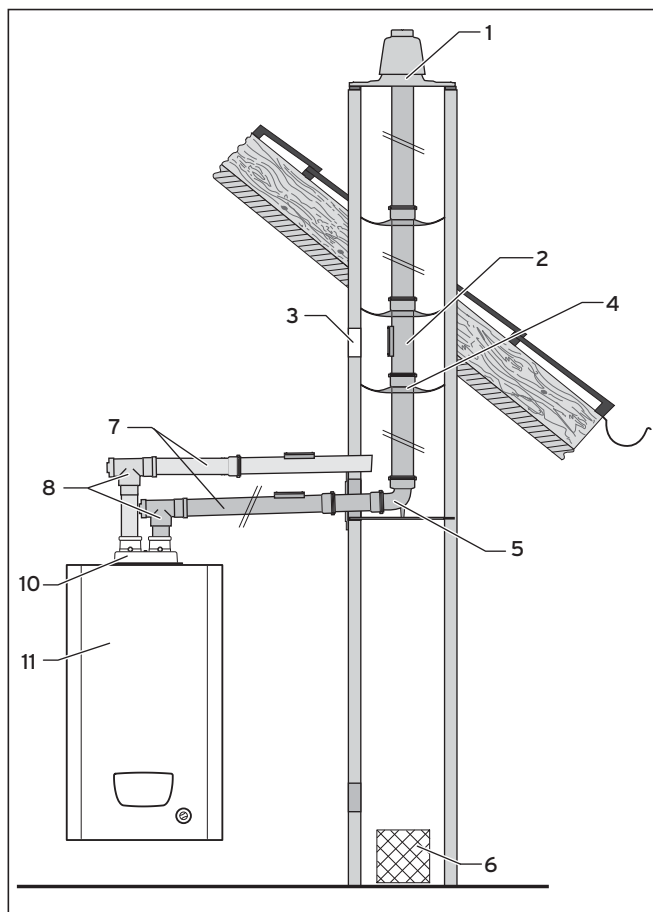

Fig. 7.4 Montaggio del condotto di adduzione dell'aria comburente dal camino
Legenda della fig. 7.4
6. Il condotto di scarico fumi nel camino deve essere retroventilato sull'intera lunghezza. A tale scopo il camino deve essere dotato di un'apertura di ventilazione con una sezione minima di 150 cm² (vedi pos. 6 nella fig. 7.4).
7. Se posto all'interno di edifici, il condotto di scarico deve trovarsi in locali costantemente ventilati dall'esterno. L'apertura verso l'esterno deve presentare una sezione interna di almeno 150 cm², vedi pos. 6 nella fig. 7.4.
- Montare la curva di sostegno (5) dal locale d'installazione al camino per lo scarico dei gas combustibili, come descritto al capitolo 6.6.3.
- Stabilire il luogo per l'installazione del condotto di adduzione dell'aria comburente sulla parete del camino, vedi fig. 7.4.
- Montare l'apparecchio (11, fig. 7.4) come indicato nelle istruzioni per l'installazione dell'apparecchio.
- Montare le prolunghe (7, fig. 7.4) procedendo dal camino o dalla parete esterna fino all'apparecchio.
- Per ultimo inserire le curve o i raccordi a T per la pulizia (8, fig. 7.4) e (9, fig. 7.4) del condotto aria e di quello fumi nei raccordi corrispondenti dell'apparecchio.